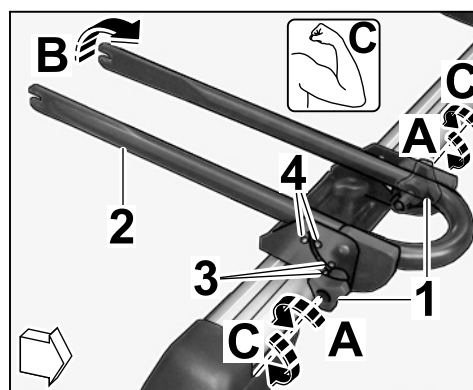

Fig. 28
6.2.1 Desserrer légèrement la vis à garrot (2 pcs) latérale (⇒ Fig. 28-A-).
6.2.2 Relever la fourche du support de roue avant (⇒ Fig. 28-B-).
6.2.3 Bloquer la vis à garrot (2 pcs) latérale (⇒ Fig. 28-C-).